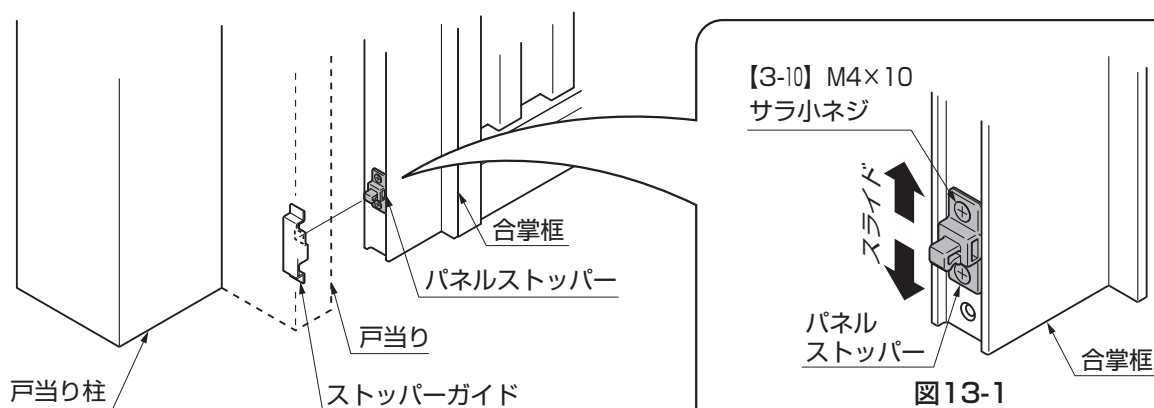
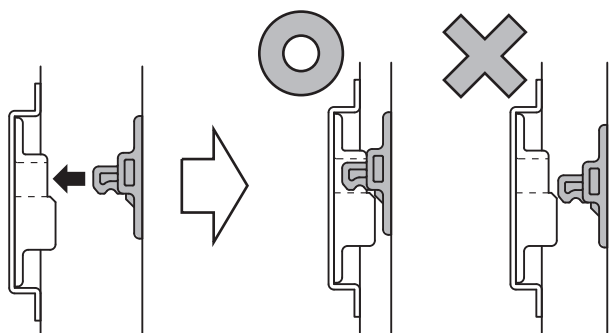

図13-1
図13-2
- ① [3-10] を緩めて、パネルストッパーがストッパーガイドへスムーズに入るよう上下方向にスライドして位置を固定してください。(図13-1、図13-2参照)